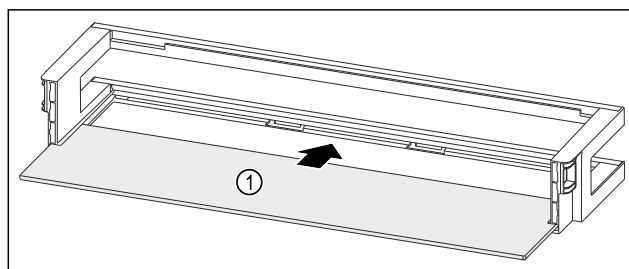

Fig. 241 Dveřní přihrádka s odkládací plochou
- ▶ Odkládací plochu Fig. 241 (1) zasuňte do bočních vybrání.